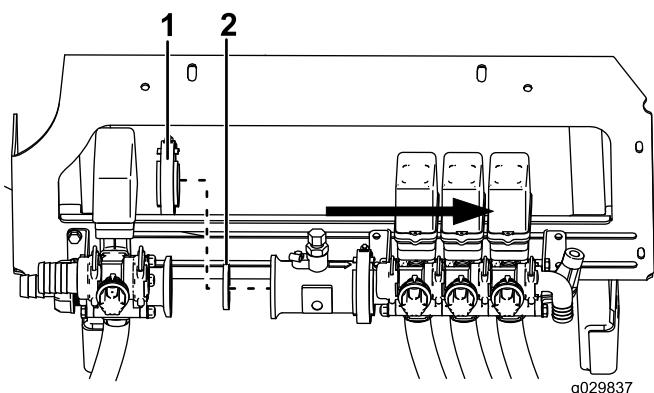

Figura 2
4. Retire la abrazadera y la junta, y separe con cuidado el caudalímetro y el conjunto de válvulas de sección de la válvula de agitación (Figura 2).